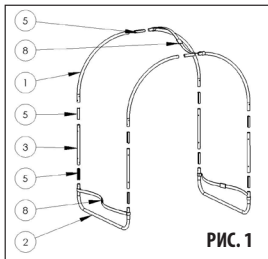

РИС. 1
1) Состав несущей рамы системы подогрева из отдельных трубок и муфт (РИС. 1). В ХОДЕ СБОРКИ РАМЫ НЕОБХОДИМО НАТЯНУТЬ РЕМИН С ЗАЖИМОМ (8) ДВА НИЖНИХ РЕМНЯ СЛУЖАТ ДЛЯ ПРИКРЕПЛЕНИЯ СОЛНЕЧНОЙ ПАНЕЛИ, ВЕРХНЕЙ РЕМЕНЬ ПРЕДОТВРАЩАЕТ РАСТЯГИВАНИЕ ВЕРХНЕЙ ЧАСТИ РАМЫ, И ОН СКРЫТ ПОД ПАНЕЛЬЮ.